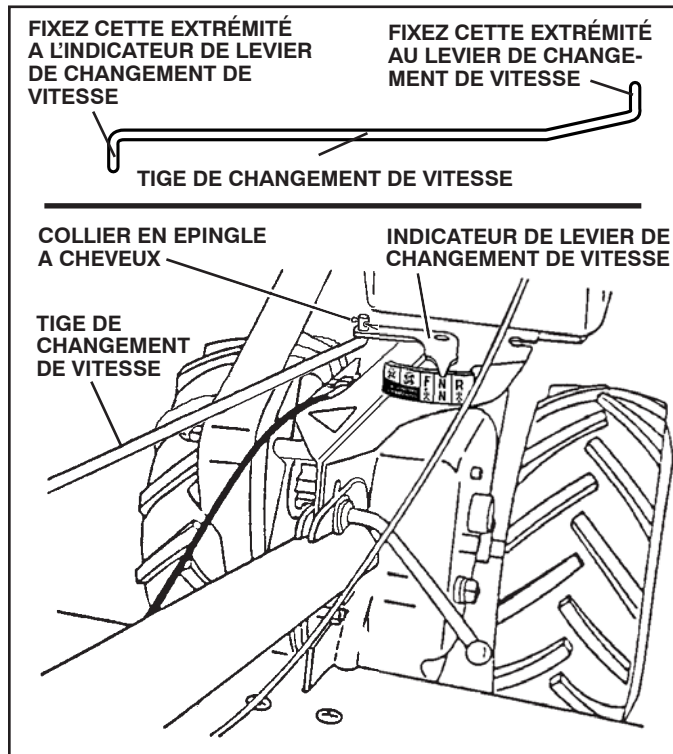

Fig. 7
## RACCORDER LA TIGE DE CHANGEMENT DE VITESSE (Voir la Fig. 7)
- Assurez-vous que l'indicateur de levier de changement de vitesse est en position point mort ("N") (Voir la fig. 7).